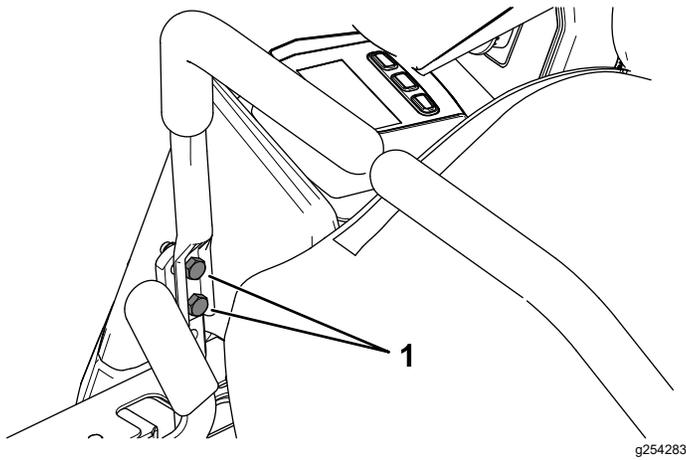

Bild 52
10. Wenn eine Ausrichtung erforderlich ist, lösen Sie die beiden Befestigungsschrauben des Fahrerhebel auf der falsch ausgerichteten Seite (Bild 52).
12. Ziehen Sie die beiden Befestigungsschrauben des Fahrerhebels fest (Bild 52).